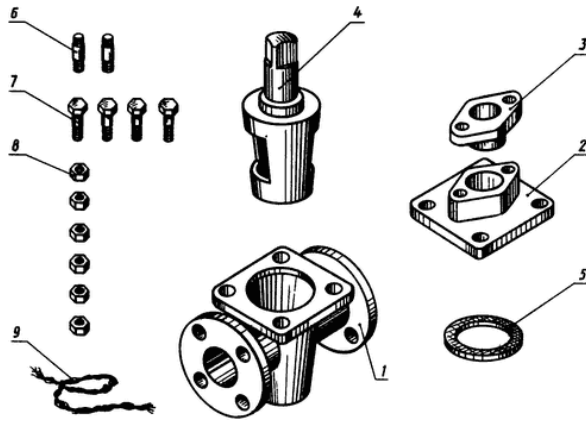

Рисунок 2 Изображение деталей пробкового крана
1. Внимательно изучить образец выполнения задания (рис.2)